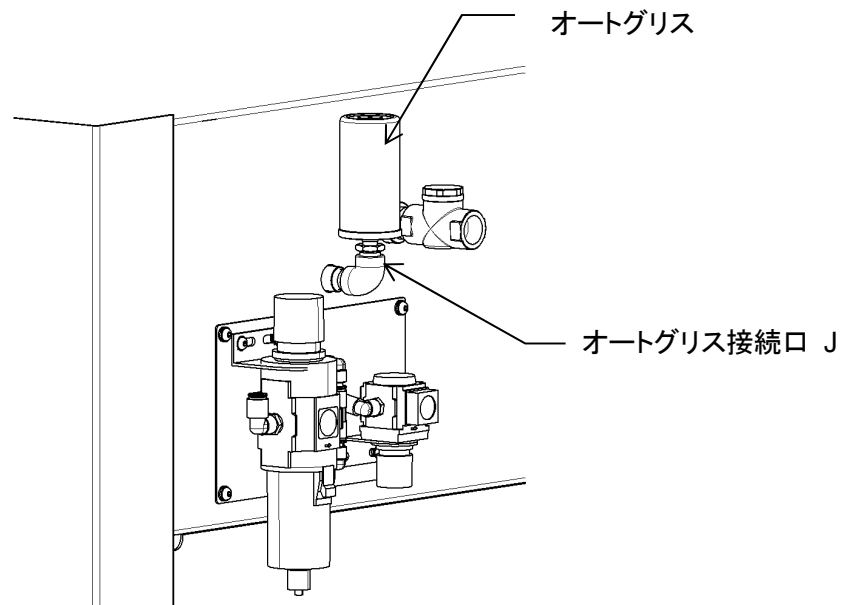

図 5-4
- ・ 付属品のオートグリスをオートグリス取り付け口 J に取り付けます。(図 5-4)